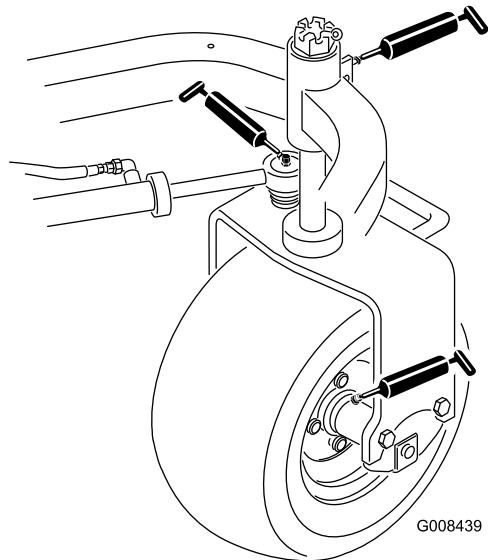

Bild 33
- Hinterradmutter (1) (Bild 33)
- Laufradlager (1) (Bild 33)
- Lenkzyylinder (2) (Bild 33)